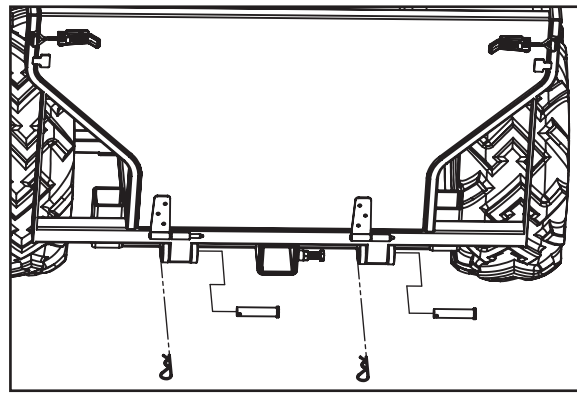

Fig. 16
Étape 16 : Installez le plateau. Avec l'aide d'une deuxième personne, placez le plateau (16) sur le support de plateau arrière (5). Assurez-vous que l'anneau de levage situé à l'intérieur du bas du plateau est le plus proche de l'extrémité avant (attelage) de la remorque. Faites glisser le plateau vers l'avant sur le châssis principal (1) jusqu'à ce que les deux bossages du pivot au bas et à l'arrière du plateau entrent en prise dans les oreilles du pivot du support de plateau arrière (5). Insérez les deux axes de pivotement du plateau (22) dans les oreilles du pivot et à travers les deux bossages du pivot, puis utilisez les goupilles cavalier (32) pour maintenir les axes de pivotement du plateau en place (Fig. 16).